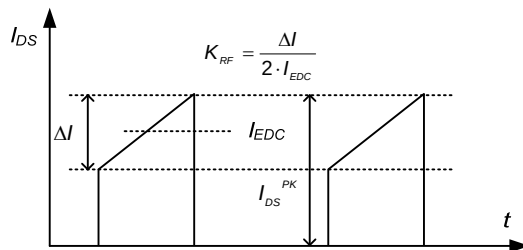

図 4. MOSFET 標準電流波形
- 一次側スイッチング電流のリプルファクタ (図 4 参照): K_{RF}
- MOSFET 電流のリプル: ΔI (図 4 参照)